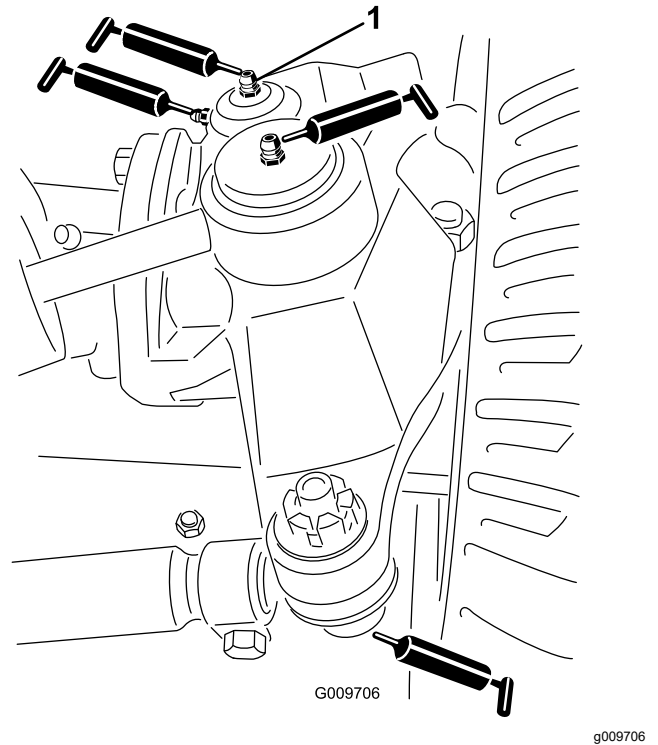

Figura 114
- Articulațiile sferice ale cilindrului de direcție (2), consultați Figura 114
- Articulațiile sferice ale tiranilor (2), consultați Figura 114
- Bucele pivotului de fuzetă (2), consultați Figura 114.